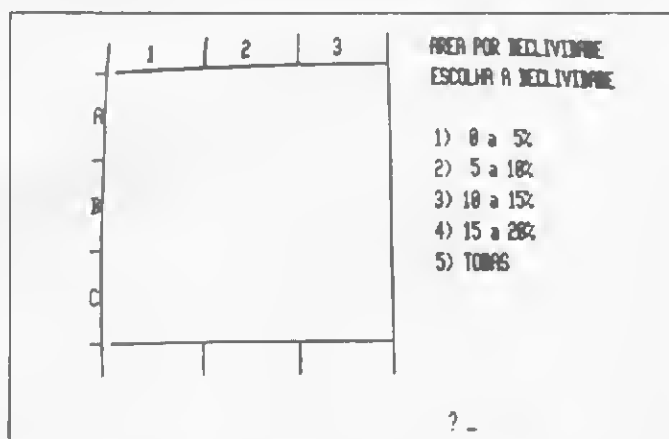
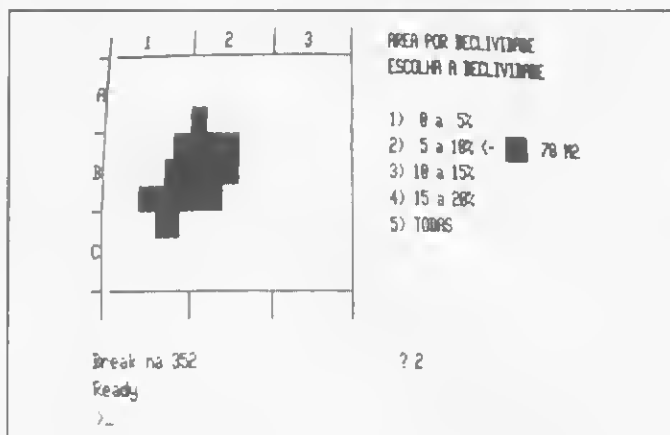
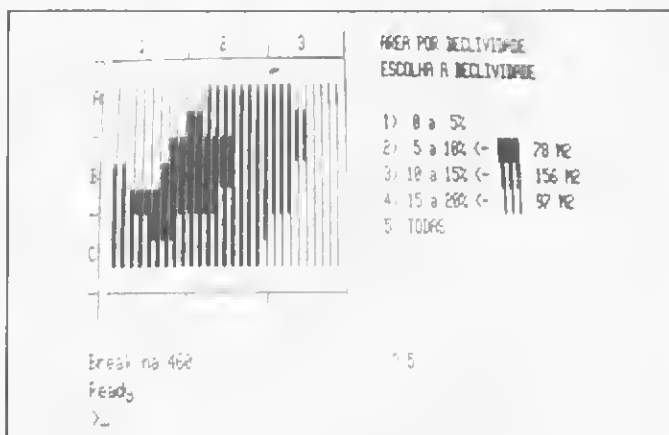

Figura 2
Figura 3
Figura 4
da declividade (figura 2). Se a opção for analisar apenas a área com certa declividade (no caso a de 5 a 10%), é apresentada no vídeo a área correspondente sobre o desenho da planta. Na mensagem ao lado aparece a superfície total da área escolhida (figura 3). O usuário pode querer também que todas as áreas sejam apresentadas, e o resultado está demonstrado na figura 4.
- as deformações das linhas retas, figura 2 por exemplo, resultam da curvatura do vídeo e da distância entre este e a máquina fotográfica.